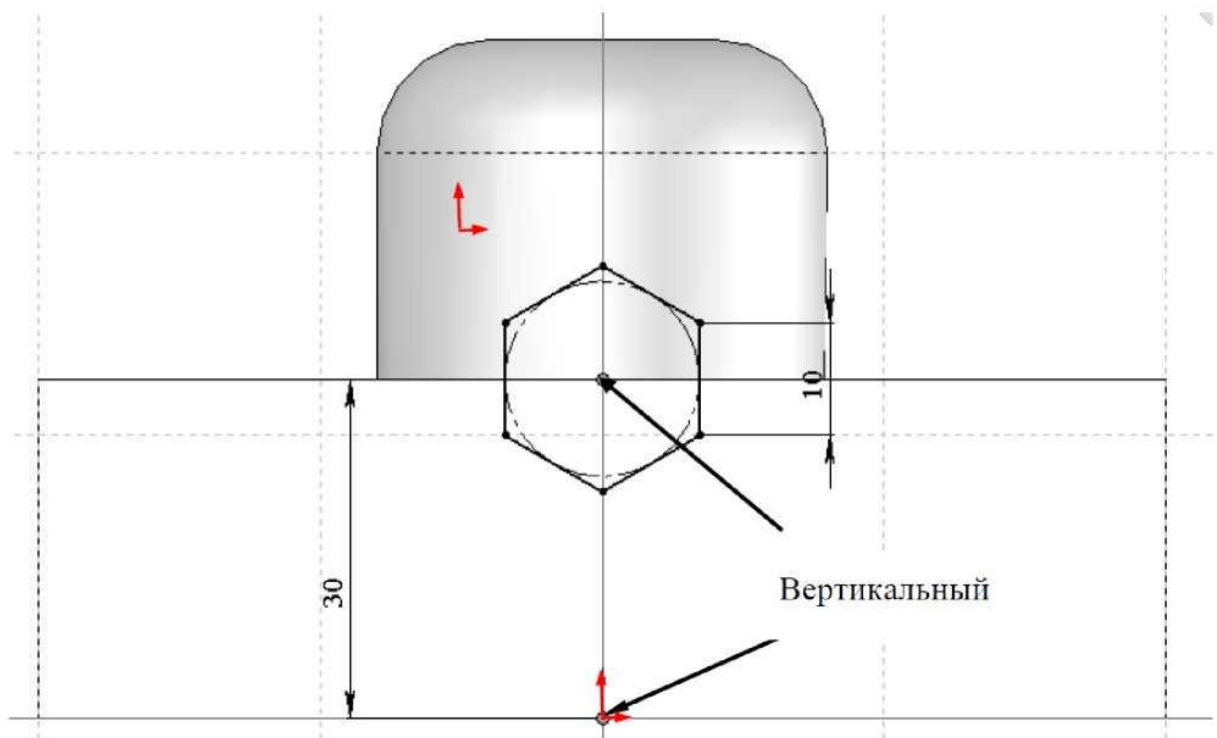

Рис. 31. Розміри многокутника
8.5 Встановити розмір кромки многокутника (10 мм), як вказано на рис. 31.
8.6 Встановити розмір положення центру многокутника (рис. 31).
8.7 Встановити взаємозв’язок “Вертикальный” між центром многокутника і початковою точкою. Результат встановленого взаємозв’язку представлений на рис. 31.